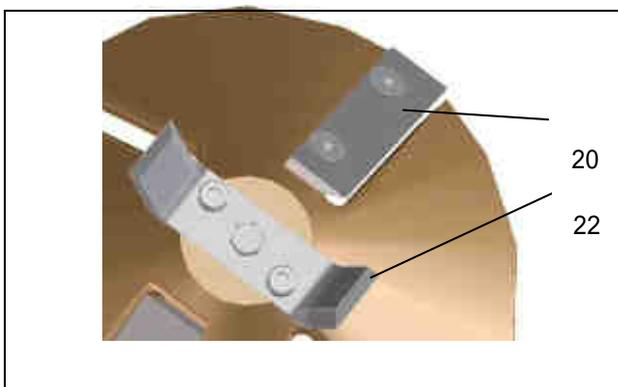

Bild 8: Vorzerkleinerer und Hauptmesser
3. Vorzerkleinerer (→Bild 8, [22]) bzw. Hauptmesser (→Bild 8, [20]) abschrauben.
7. Den Kegelkopf-Stopp (→Bild 8, [34]) abmontieren und entnehmen.